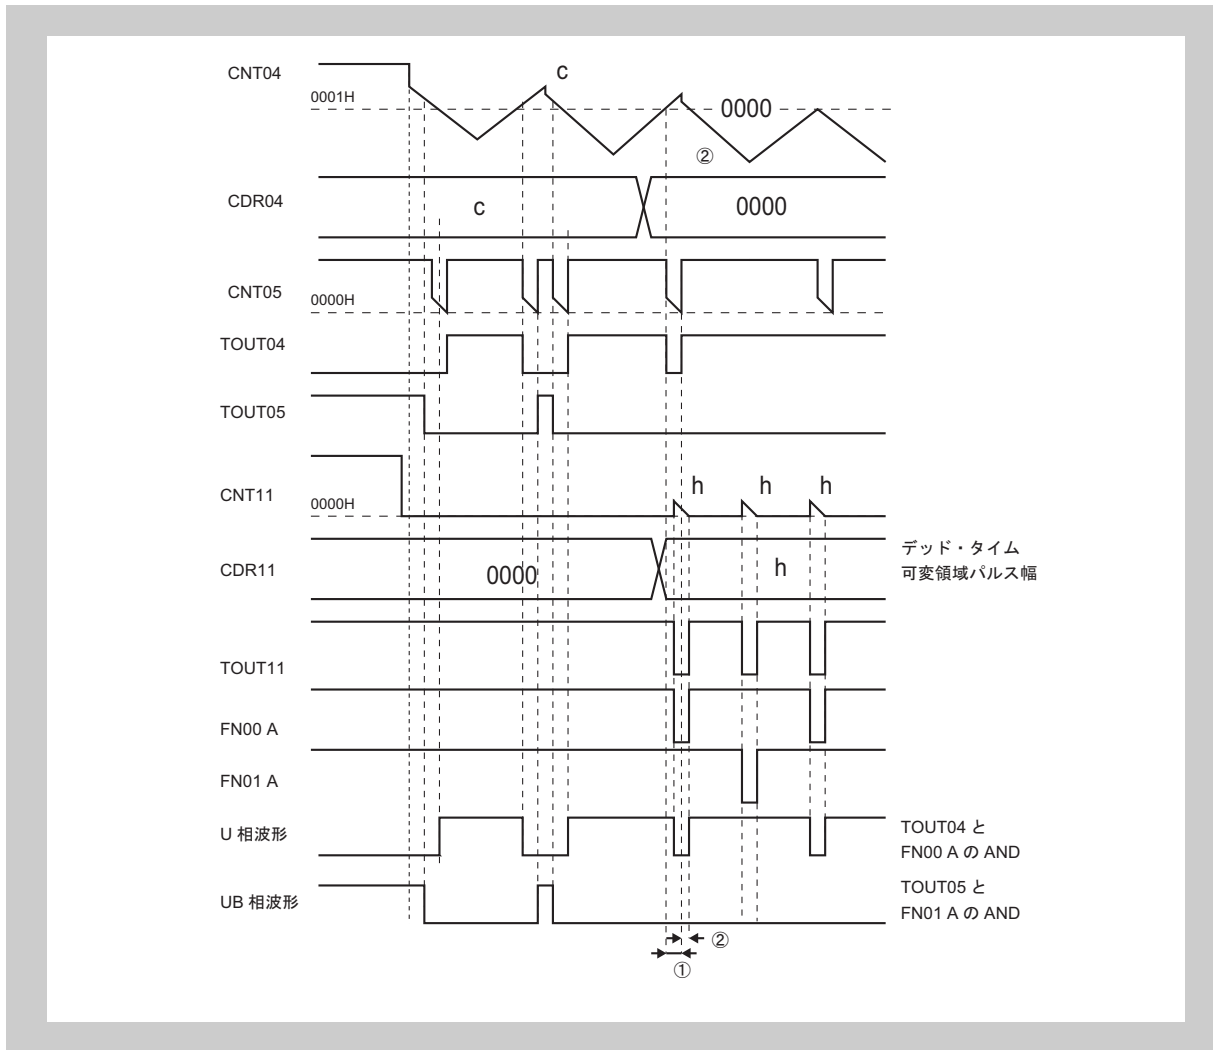

図 35-23 デッド・タイム可変領域パルスがデッド・タイム付き三角波 PWM 出力に影響する例
- ⑤ デッド・タイム可変領域パルスは、TOUT02 のエッジ・タイミングで CDR10 に設定されているディレイ時間経過後、CDR11 に設定された幅のパルスとして出力されます。
- ⑥ ⑤で出力されたパルスは、組み合わせ回路 (PFN001) により U 相用 (FN00A)、UB 相用 (FN01A) のデッド・タイム可変領域パルスに変換されます。
- ⑦ ⑥で生成されたパルスは、論理演算回路 (FN00, FN01) で、TOUT04、TOUT05 出力波形と合成され、TAPAnUP (U 相出力) および TAPAnUM (UB 相出力) から出力されます。
注意 CDR04 へ U 相デューティ 100%設定と同時に CDR11 にデッド・タイム可変領域パルス幅の値を設定した場合、図 35-23 で示す通り、機能仕様上①で示す TOUT04 から出力される最後の PWM に対し、②で示される分、デッド・タイム可変領域パルスが影響を与えてしまいます。
詳細は図 35-23 「デッド・タイム可変領域パルスがデッド・タイム付き三角波 PWM 出力に影響する例」を参照してください。